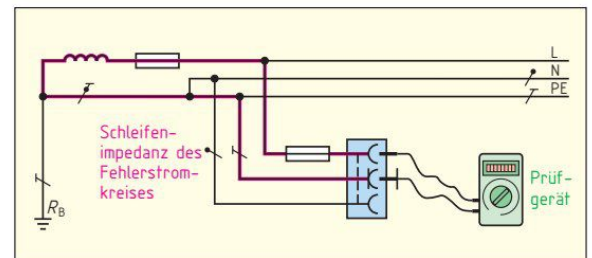
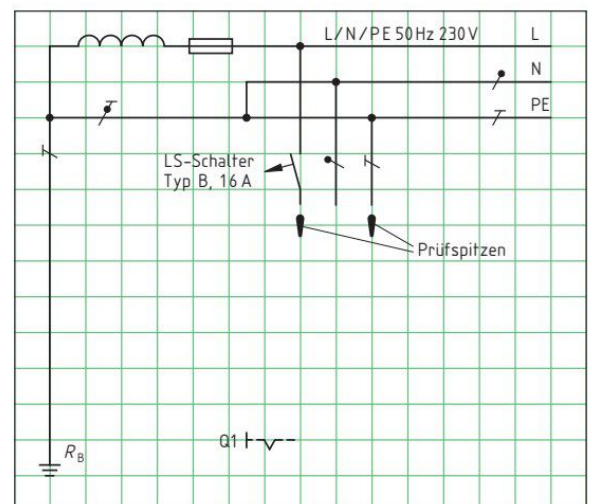

Bild 1: Direktes Messen der Schleifenimpedanz
Bild 2: Indirektes Bestimmen der Schleifenimpedanz (Prinzip)
6. Nach welchen beiden Methoden kann die Schleifenimpedanz Z_S (Bild 1 und Bild 2) bestimmt werden?
7. Bei der indirekten Bestimmung der Schleifenimpedanz (Bild 2) sind für den mit einem Leitungsschutzschalter Typ B, 16 A abgesicherten Stromkreis folgende Messwerte ermittelt worden:
- a) die Schleifenimpedanz $Z_{S_{gem}}$ für den Stromkreis (Bild 2) aus den Messwerten und
- b) den zulässigen Wert der Schleifenimpedanz $Z_{S_{zul}}$ bei direkter Messung (Bild 1).
- Ergänzen Sie die Messschaltung (Bild 2) zur indirekten Bestimmung der Schleifenimpedanz Z_S .